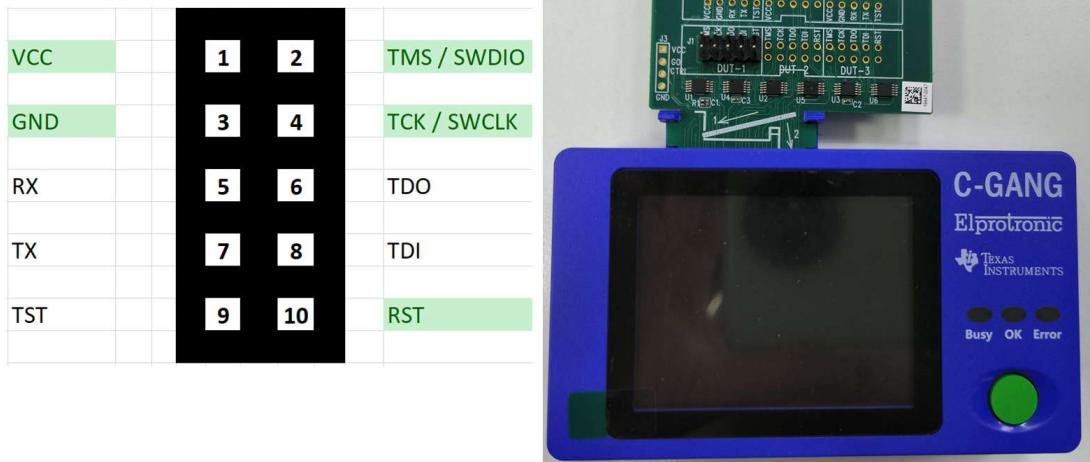

图 5-6. C-Gang 引脚分配
2. 完成 C-GANG 和连接器板之间的连接，如 图 5-6 所示。完成 MSPM0 和 C-GANG 之间的引脚连接。使用最少的引脚为 VCC、GND、SWDIO、SWCLK。如果用户希望使用清除锁定的器件功能，还需要复位引脚。